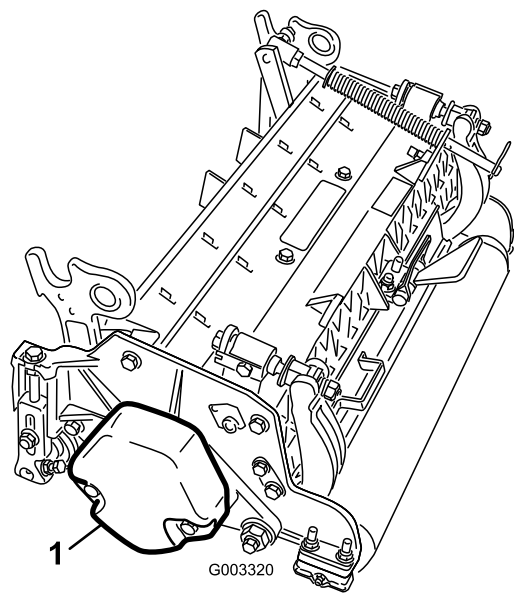

Figura 3
4. Asegúrese de que el contrapeso (Figura 3) está instalado en el extremo correcto de la unidad de corte, según lo indicado en el *Manual del operador de la unidad de corte*.